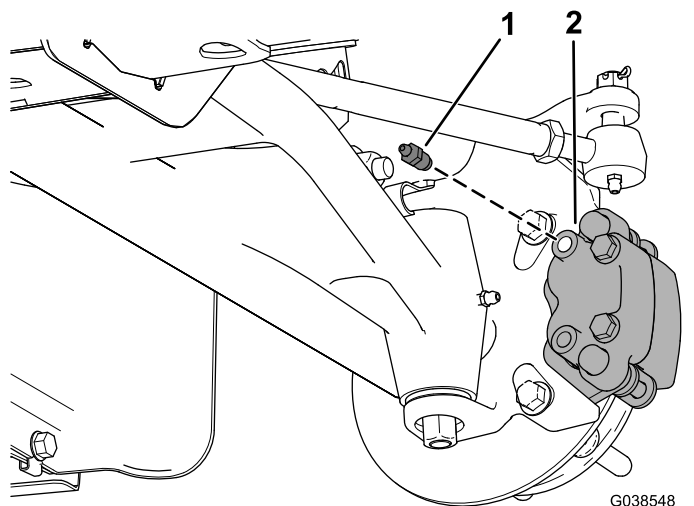

図 10
11. ブレーキキャリパアセンブリの上部にある穴にブリードねじを取り付ける 図 10。